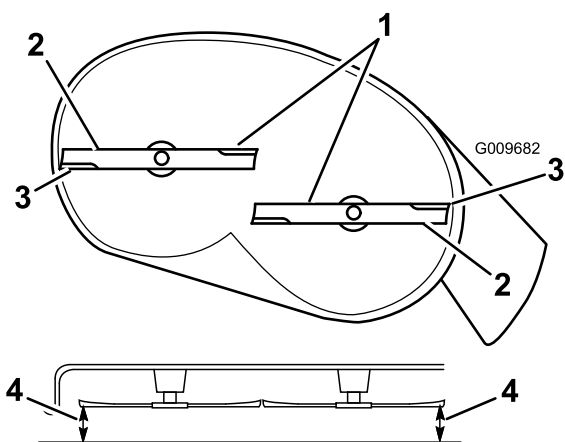
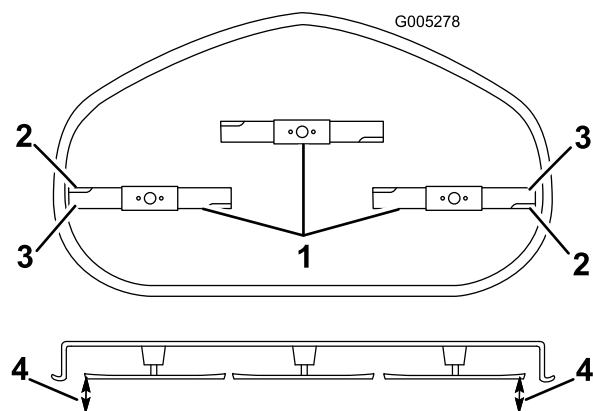

Figure 50
Figure 51
4. Faites pivoter la ou les lames avec précaution pour qu'elles soient toutes parallèles (Figure 50 et Figure 51).
5. Mesurez la distance entre les tranchants extérieurs et le sol plat (Figure 50).